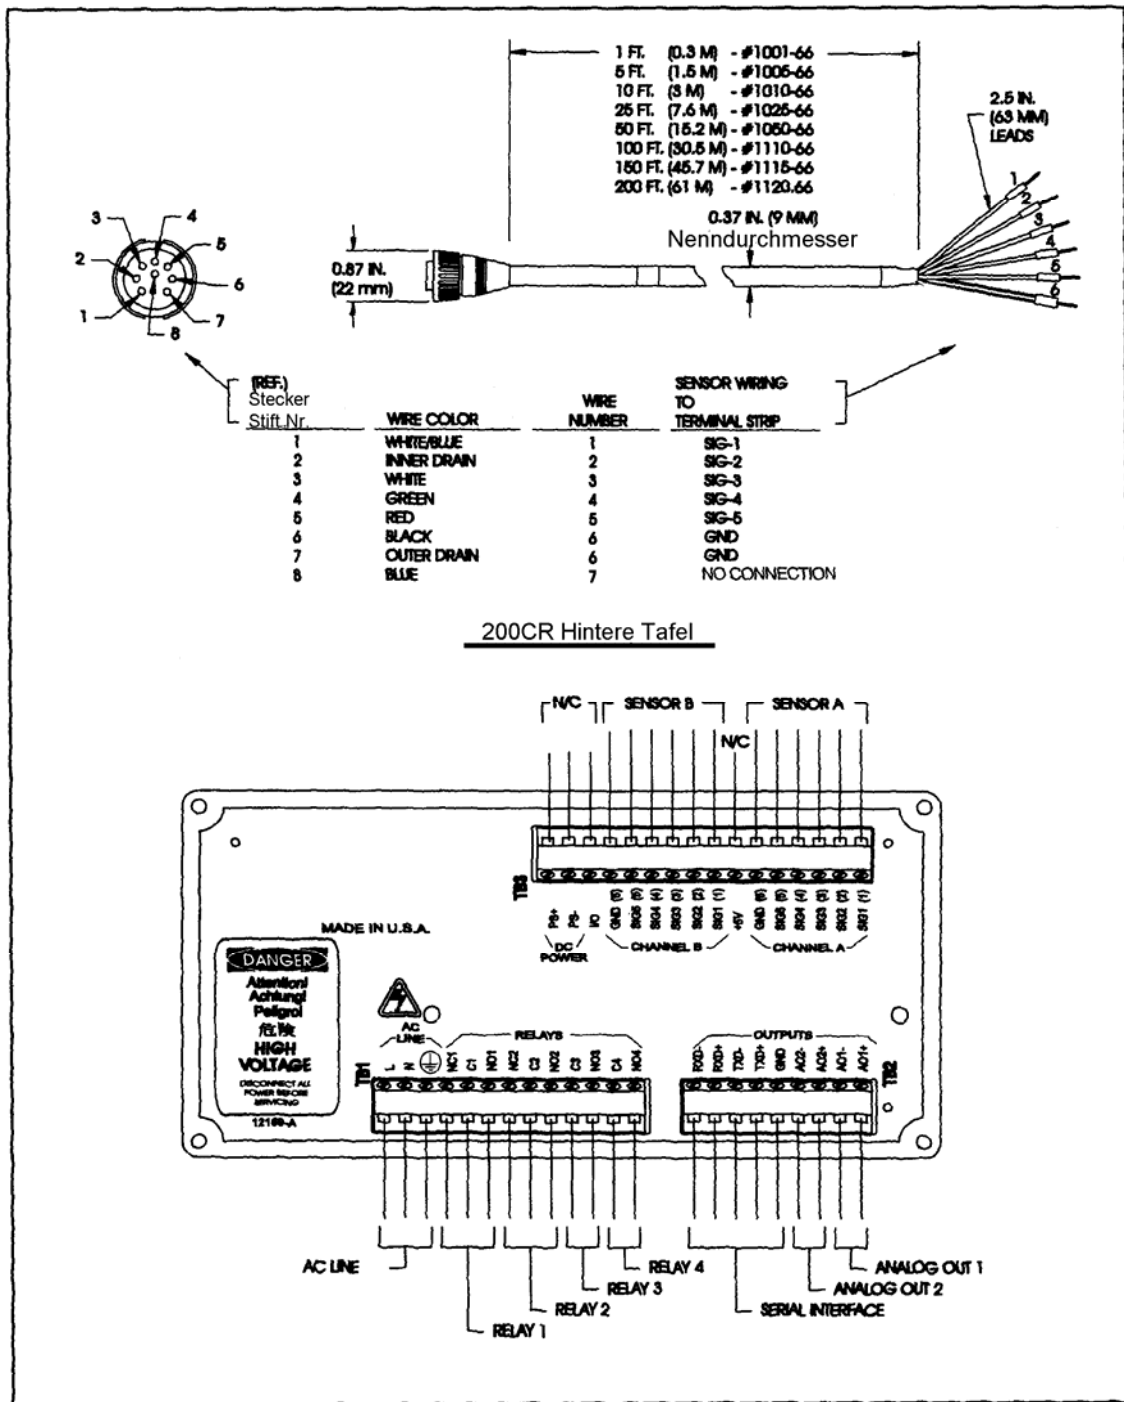

Abbildung 14.10: Hintere Verdrahtung und Steckkabel – siehe Kapitel 2, Sonderverdrahtung für Reinstwassermessung in Plastikleitung
10. Das Kabel, wie angegeben, an den Meßumformer 200CRS anschließen. Siehe Abbildung 14.10.